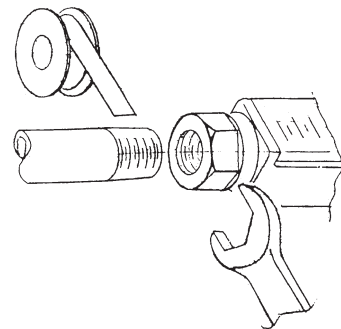

図1 固定、シールテープ
- (1) 流体中に気泡が混入しないような場所を選定してください。
- (2) 配管内をフラッシングして、配管内の異物を除去後にフローモニタを取り付けてください。
- (3) 流体中に鉄粉が混入している場合は、フローモニタ上流側にマグネットストレーナーを設けて、鉄粉を除去してください。
- (4) フローモニタの取り付け方向は製品に示されている流れ方向に合わせてください。
- (5) フローモニタを配管に接続する時、締め付けトルクが直接ハウジングに加わらないように、接手部をスパナなどで固定して締め込んでください。
- (6) ねじ込み部分に使用するシールテープが、配管に流れ込まないように注意してください。シールテープは1.2mmはなれたところに巻きますと、配管への流れ込みが防げます。(図1参照)